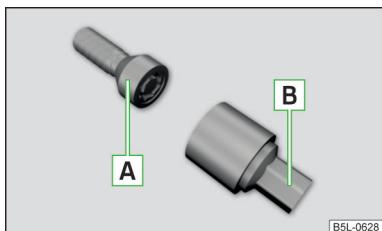

Fig. 144
Șuruburile de roată antifurt protejează roțile față de un furt. Aceste șuruburi pot fi slăbite, respectiv strânse cu ajutorul adaptorului **B** » fig. 144.
- > Introduceți adaptorul **B** » fig. 144 cu partea dințată în coroana interioară dințată a șurubului de roată antifurt **A**.